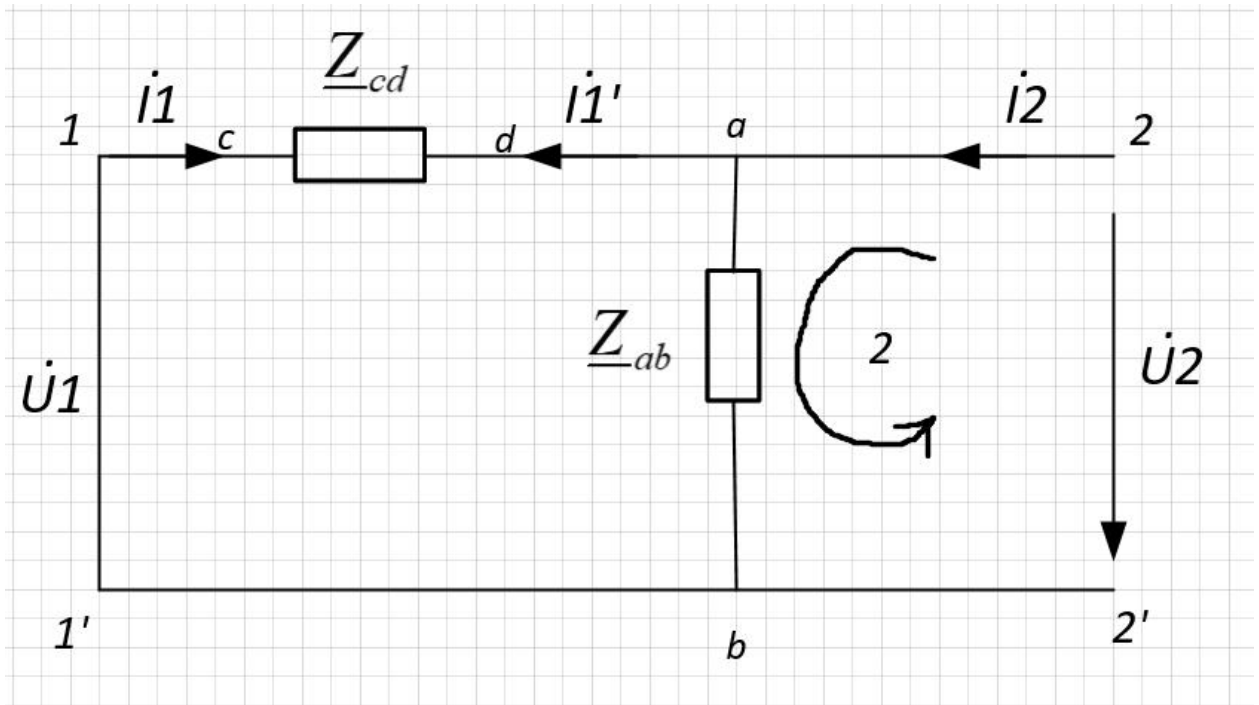

Рис. 7.4. Короткое замыкание на зажимах 1-1'
3.2. Теперь обнулим напряжение  $\dot{U}_1=0$ . Это эквивалентно режиму короткого замыкания на клеммах  $1 - 1'$  (т.е. 1 соединяется с  $1'$  рис. 7.4)
Так как зажим 1 соединен с  $1'$ , относительно зажимов 2-2' сопротивления  $\underline{Z}_{cd}$  и  $\underline{Z}_{ab}$  будут соединены параллельно (рис. 7.4), и по 2-му ЗК для контура 2:
Обозначим на схеме ток  $\dot{I}'_1 = -\dot{I}_{1кз}$ . По схеме рис. 7.4 видим, что